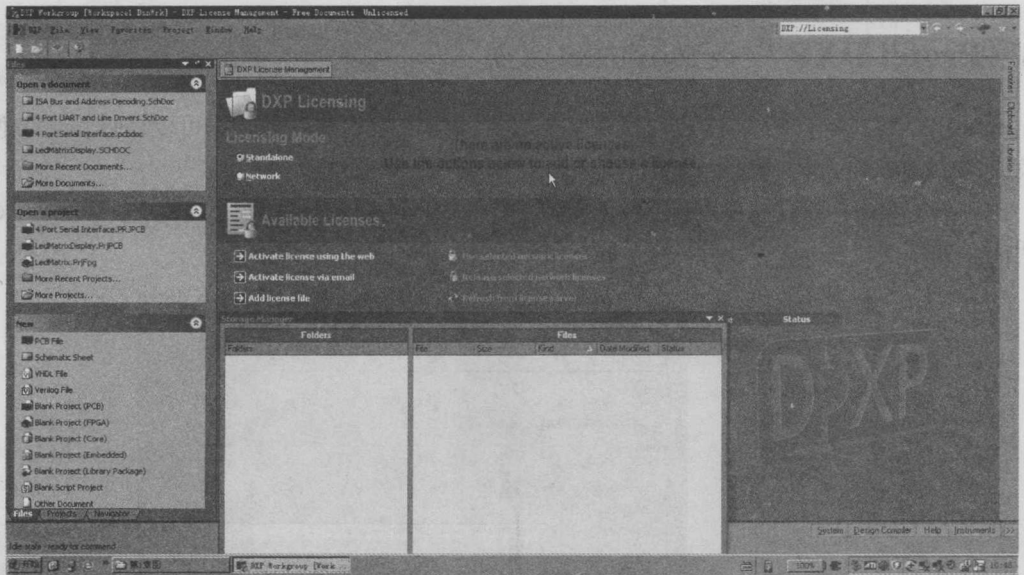

图 1-3 Protel DXP 工作界面
2) 启动完成后，Protel DXP 工作界面如图 1-3 所示。图中显示没有注册的红色提示，用户可选择有效的方式注册，注册成功后才能使用 Protel DXP。